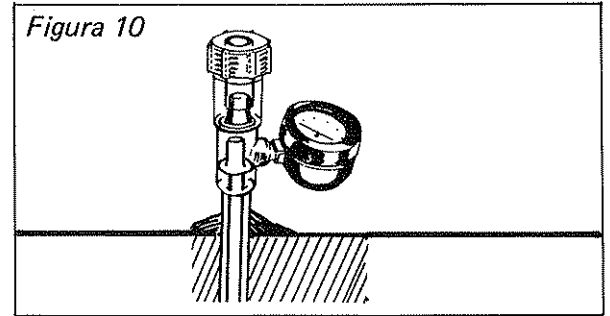

Figura 10
- g) Por último se debe agregar tierra alrededor del tensiómetro formando un pequeño al-to con el objeto de que no se apoce el agua alrededor del tensiómetro y falsee la lectura (Figura 10).